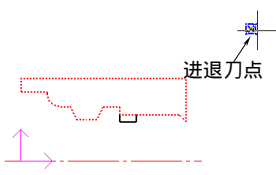

图 4-146 选择进退刀点
6) 选择进退刀点。指定一点作为刀具加工前和加工后所在的位置，如图 4-146 所示。要保证选取的点在进退刀时不会与工件发生干涉。